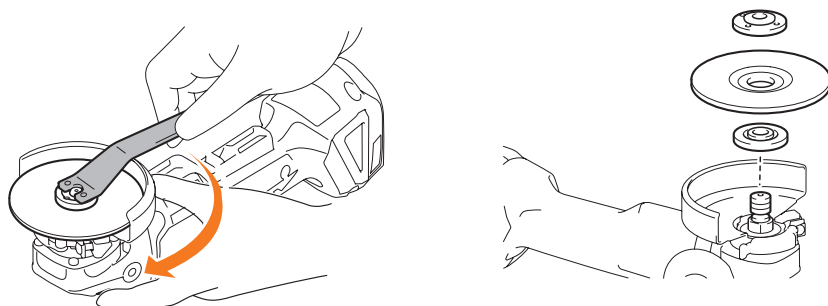

Рис. 6
- Открутите прижимной фланец при помощи ключа (Рис. 6).